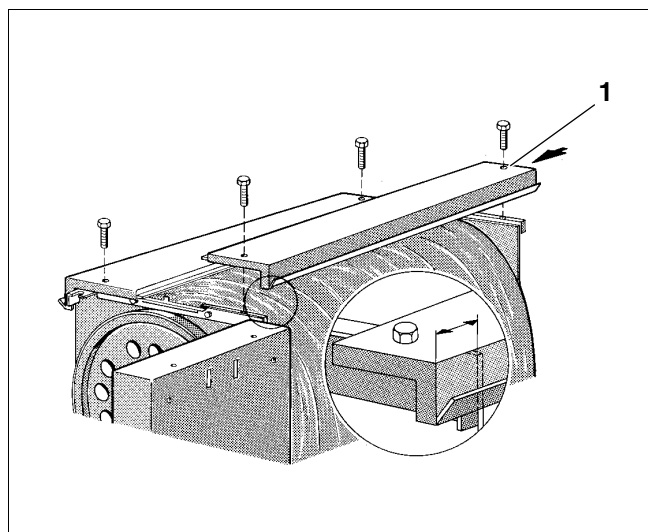

Fig. 13 Montaj manta
- Așezați carcasa stângă și dreaptă pe traversa superioară și înșurubați-le cu șuruburi hexagonale în spate și în față pe traverse (Fig. 13).
Țineți cont de indicația (Fig. 13, **Poz. 1**) "În spate"! Distanța dintre cantul carcasei și partea frontală a cazanului trebuie să fie de 38 mm (Fig. 13).